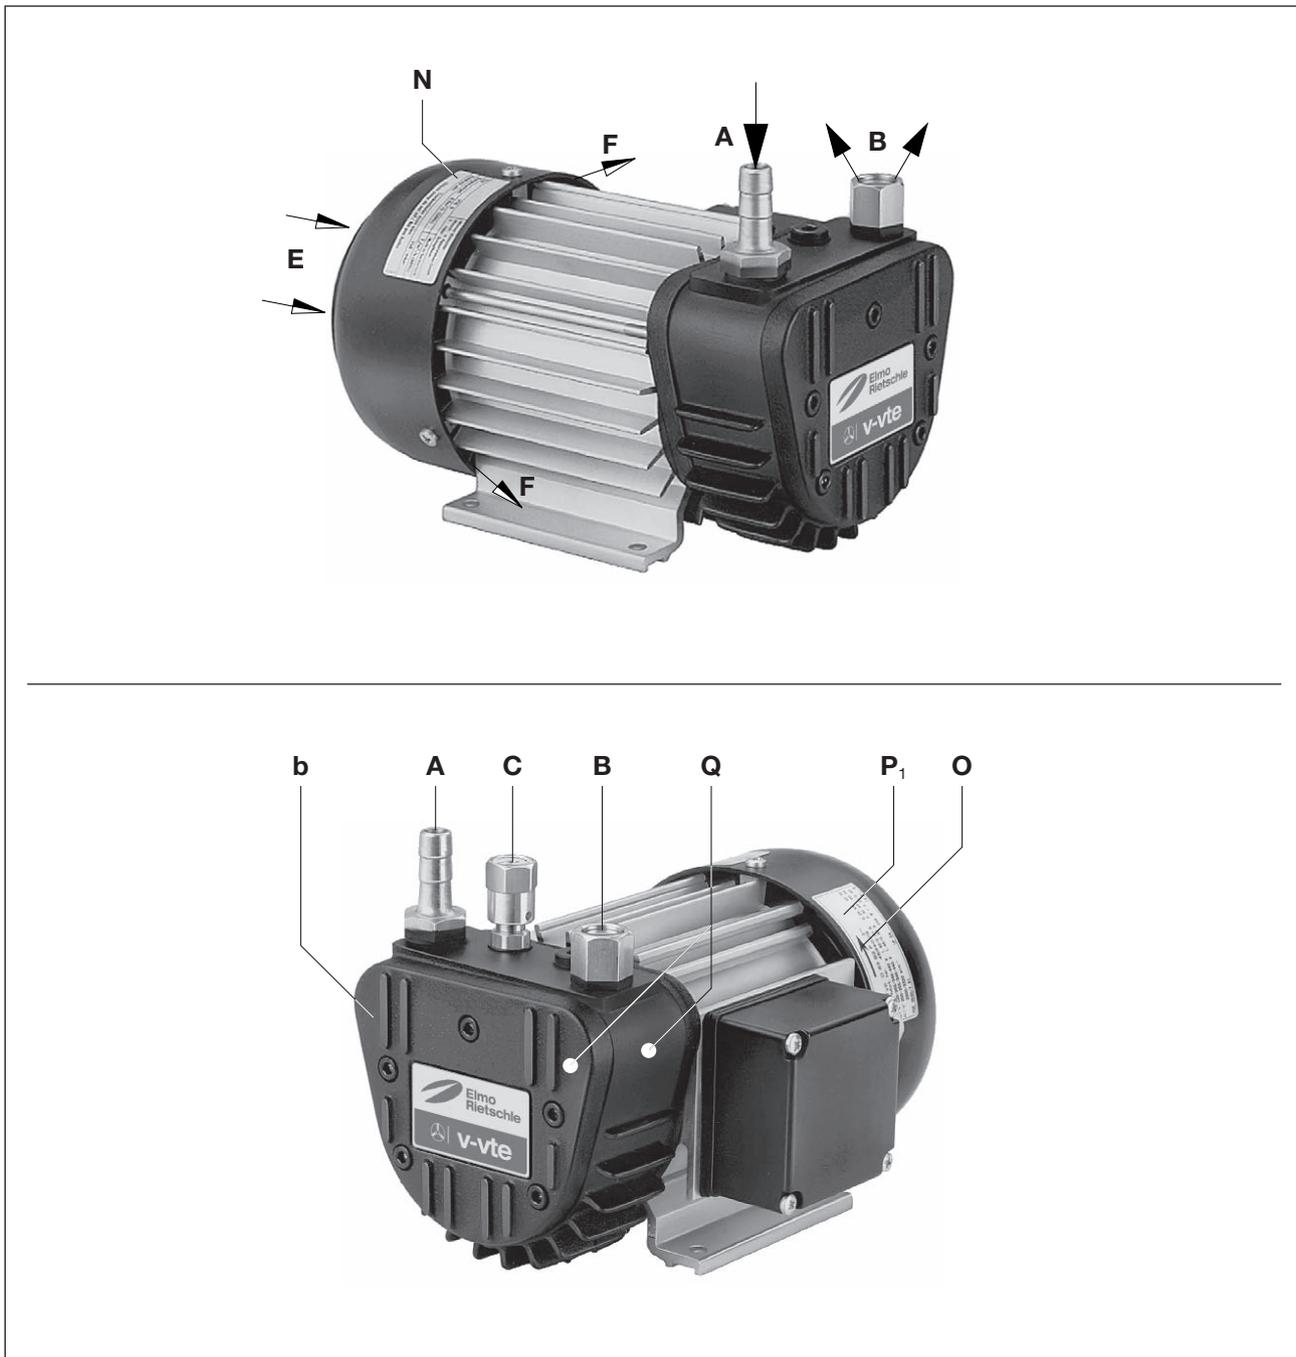

Abb. 1 Vakuumpumpe V-VTE
Zum Demontieren des Gehäusedeckels (Abb. 1/b) müssen für Wartungsarbeiten mindestens 20 cm Platz vorhanden sein. Zusätzlich ist zu beachten, dass die Kühlluft eintritte (Abb. 1/E) und Kühlluftaustritte (Abb. 1/F) mindestens 8 cm Abstand zur nächsten Wand haben (austretende Kühlluft darf nicht wieder angesaugt werden).
- a) Vakuumanschluss bei (Abb. 1/A).
Die abgesaugte Luft kann durch den Ausblaseschalldämpfer (Abb. 1/B) ausgeblasen oder über Schlauchanschluss und Leitung weggeführt werden.
Die Einstellung des Vakuums kann durch Drehen des Regulierknopfes (Abb. 1/C) entsprechend dem auf dem Drehknopf angebrachten Symbolschild erfolgen.
- a) Die elektrischen Motordaten sind auf dem Datenschild (Abb. 1/N) bzw. dem Motordatenschild (Abb. 1/P₁) angegeben. Die Motoren entsprechen DIN EN 60034 und sind in Schutzart IP55 und Isolationsklasse F ausgeführt. Das entsprechende Anschlusschema befindet sich im Klemmenkasten des Motors (entfällt bei Ausführung mit Stecker-Anschluss). Die Motordaten sind mit den Daten des vorhandenen Stromnetzes zu vergleichen (Stromart, Spannung, Netzfrequenz, zulässige Stromstärke).
Im betriebswarmen Zustand können die Oberflächentemperaturen an den Bauteilen (Abb. 1/Q) über 70°C ansteigen.
- ▷ Die vorgesehene Drehrichtung der Antriebswelle ist durch den Drehrichtungspfeil (Abb. 1/O) gekennzeichnet.